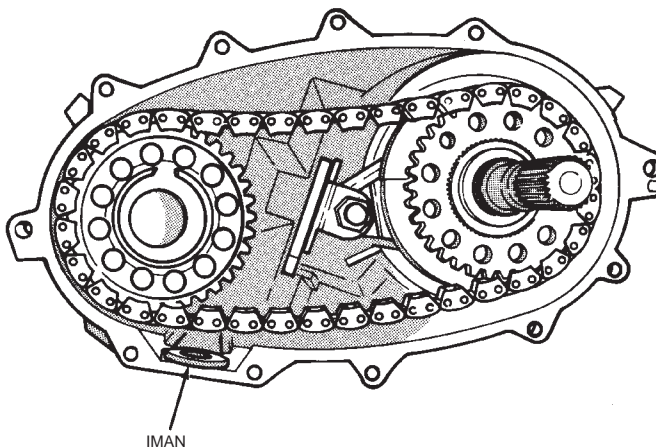

Fig. 86 Instalación del imán de la caja
(2) Instale el imán en la cavidad de la caja delantera (Fig. 86).
(3) Aplique un reborde de 3 mm (1/8 pulg.) de ancho de formador de juntas o sellante adhesivo sili-